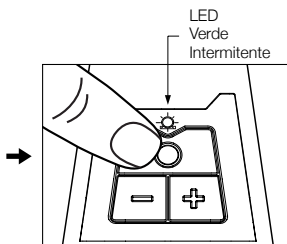

Figura 2
- b. Presionar el botón "on/off" de la placa de control de mandos para encender la herramienta. El indicador mostrará un verde intermitente – *ver figura 2*.